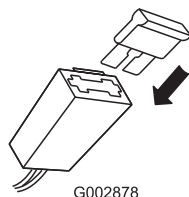

Figura 27
- Introduzca el fusible en el portafusibles (Figura 27).